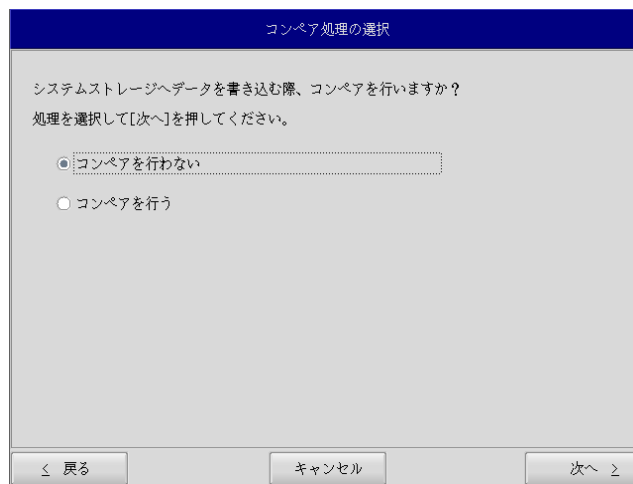

図 5-2-6. コンペア処理選択画面
- ⑪ コンペア処理の選択画面 (図 5-2-6) が表示されます。